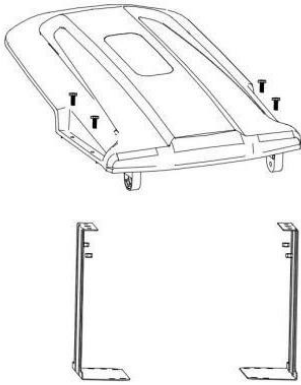

Fig.1
1. Conectați capacul de protecție în suporturi cu patru șuruburi și piulițe (Fig.1)